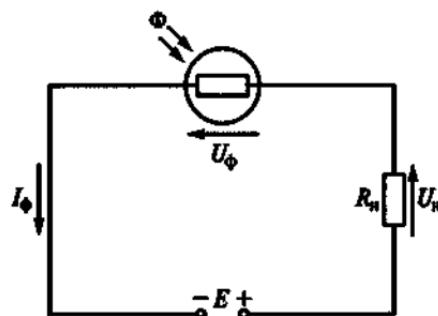

Рис. 188
7.36. Как изменятся напряжения на нагрузке U_n и фоторезисторе U_f (рис. 188) при увеличении светового потока Φ ?